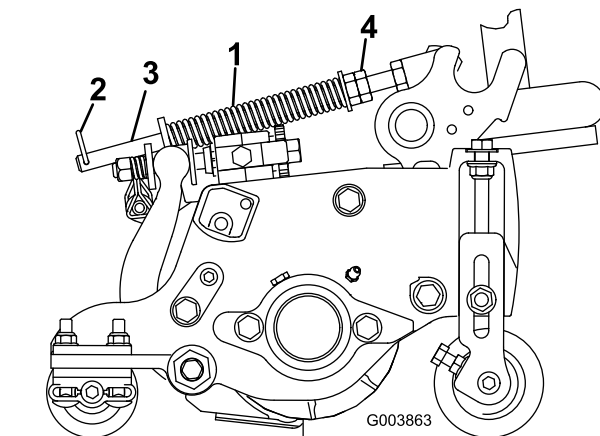

Bild 22
1. Stellen Sie sicher, dass der Splint in das hintere Loch in der Federstange eingesetzt ist (Bild 22).
2. Ziehen Sie die Sechskantmuttern vorne an der Federstange an, bis die komprimierte Länge der Feder 15,9 cm beträgt, siehe Bild 22.